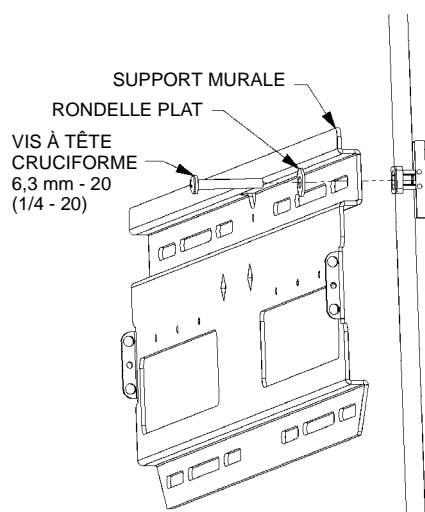

Figure 8.
7. En vous servant des vis à tête cruciforme 6,3 - 20 (1/4 - 20) (110) et des rondelles plates (50), sécurisez la fixation au mur (voir figure 8).